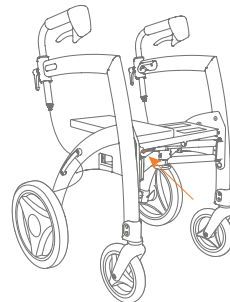
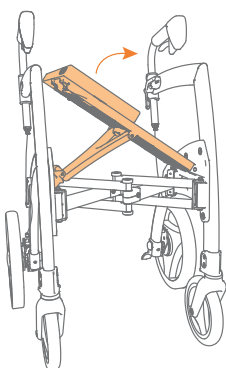

Abbildung 11A: Halten Sie den roten Entriegelungshebel gedrückt.
Abbildung 11B: Heben Sie den Sitz leicht an.
- Drücken Sie den roten Entriegelungshebel unter dem Sitz ein (**Abbildung 11A**) und heben Sie den Sitz leicht an (**Abbildung 11B**).